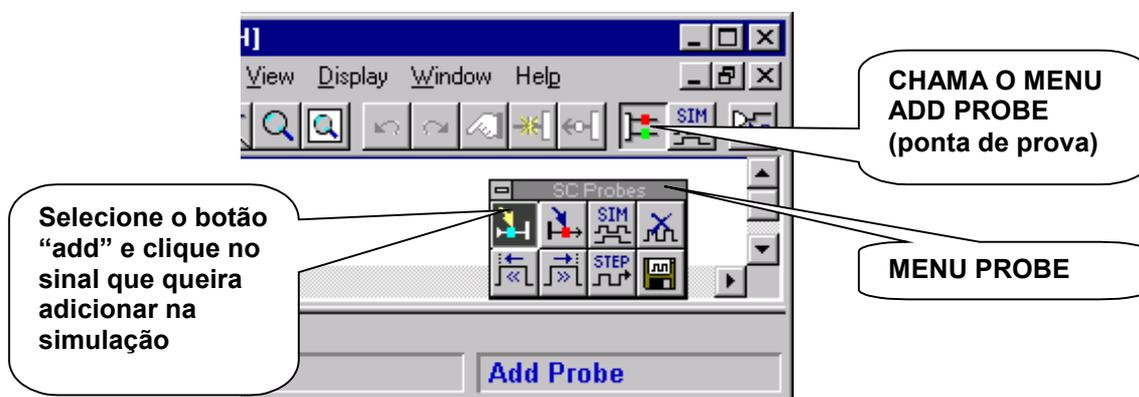

Figura 7 - Inserção de pontas de prova (probes).
3. Para visualizar um sinal interno do circuito, não definido no script. Ir no editor de esquemáticos e colocar um *probe* (ponteira) sobre o sinal desejado - Figura 7. No editor de esquemático é inserido um retângulo sobre o sinal, e no simulador um novo sinal. Reinicialize a simulação, apague as formas de onda e execute passo a passo a simulação. **FAÇA ESTE PROCEDIMENTO PARA OS SINAIS INTERNOS DO SOMADOR. ESTE É UM PROCEDIMENTO IMPORTANTE PARA DEPURAR CIRCUITOS COMPLEXOS.**